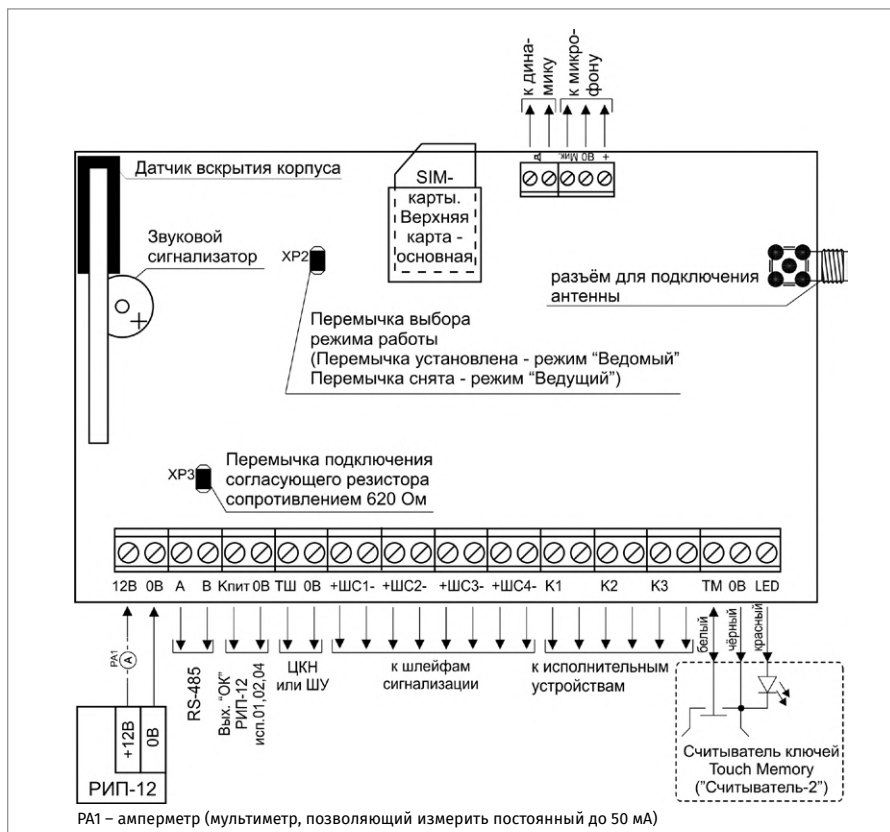

Рисунок 1.
2. Схема соединений при проверке приведена на Рисунок 1
2.12. По окончании проверки отключите от прибора внешние цепи и выполните подключение линий в соответствии с проектной документацией и схемой на Рисунок 1.